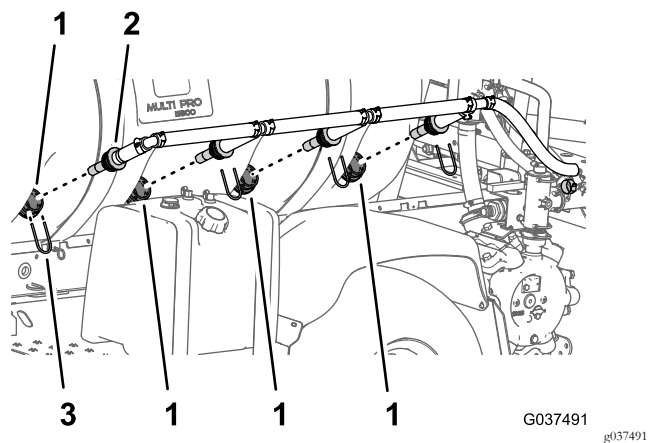

Figura 33
3. Sul lato del serbatoio, togliete i 4 fermi che fissano gli ugelli dell'agitatore al raccordo del diaframma nella parete del serbatoio (Figura 33).
5. Rimuovete gli ugelli e i flessibili collegati dalla macchina (Figura 33).